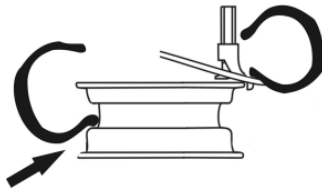

Abb.12
- Heben Sie den Reifen an, platzieren Sie den unteren Wulst in die Nut wie in Abb.12 durch den Pfeil angezeigt, auf der linken Seite, auf der gegenüberliegenden Seite, heben Sie den unteren Wulst mit dem Hebelwerkzeug auf die ballförmige Erhebung des Montage-/Demontagekopfs.